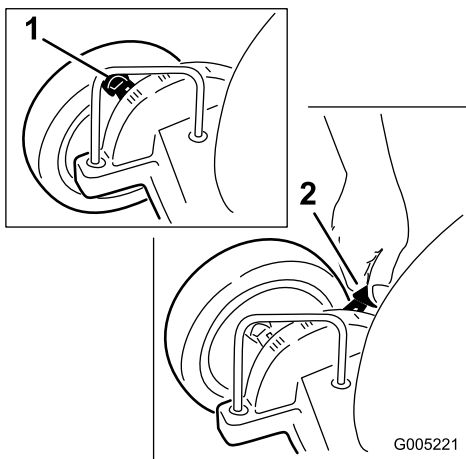
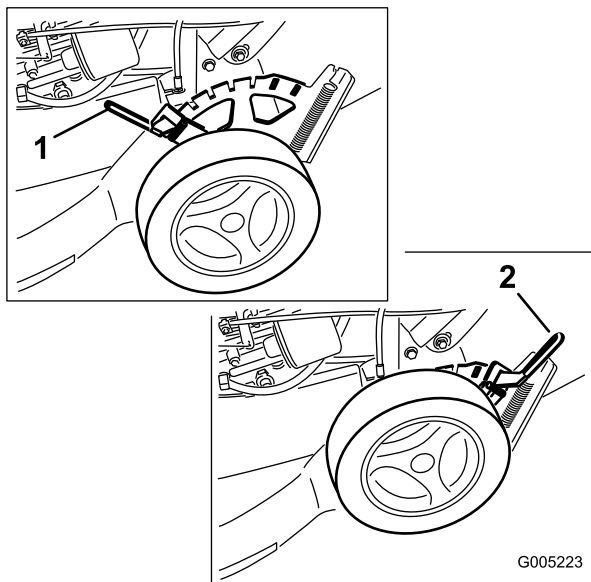

Figura 16
Figura 17
Las ruedas delanteras se ajustan individualmente con una palanca de ajuste de altura (Figura 16). Las ruedas traseras se ajustan juntas con una palanca de ajuste de altura que se encuentra sobre la rueda trasera izquierda (Figura 17).
1. Tire de cada una de las palancas de ajuste de la altura de las ruedas delanteras hacia la rueda (Figura 16) y muévela a la posición deseada.
1. Tire de la palanca de ajuste de la altura de la rueda trasera hacia afuera y muévala a la posición deseada (Figura 17).